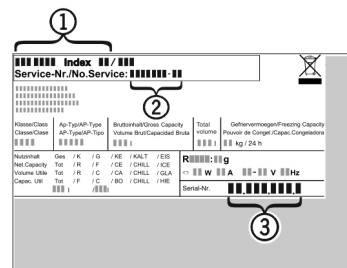

Fig. 12
- ▶ Identificați denumirea aparatului Fig. 12 (1), numărul de service Fig. 12 (2) și numărul de serie Fig. 12 (3) pe marca de fabricație. Marca de fabricație se află pe partea stângă în interiorul aparatului.
- ▶ Informați serviciul de asistență a clienților și comunicați tipul defecțiunii, denumirea aparatului Fig. 12 (1), numărul de service Fig. 12 (2) și numărul de serie Fig. 12 (3).